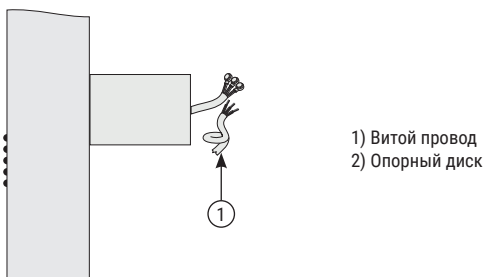

Рис.3
8.1. Для подключения через скрытую проводку необходимо демонтировать витой провод (рис. 3).